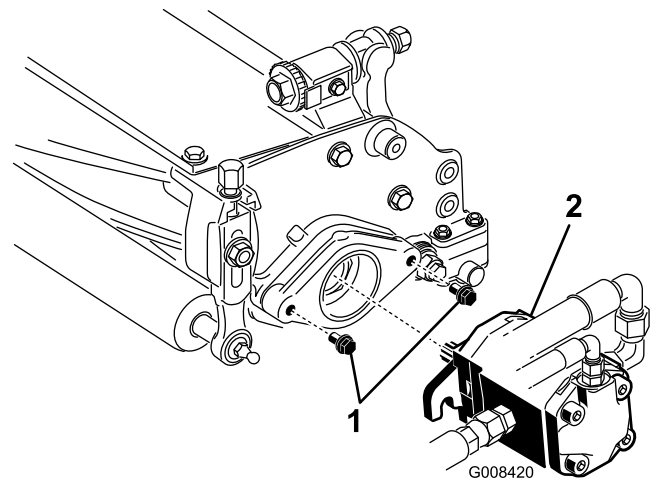

Bild 11
- Lassen Sie ungefähr 13 mm Gewinde an jedem Befestigungsbolzen des Spindelmotors sichtbar (Bild 11).
- Fetten Sie die Keilwelle des Motors mit frischem Fett ein und bringen den Motor durch Drehen nach rechts an, so dass die Motorflansche von den Bolzen entfernt sind. Drehen Sie den Motor nach links, bis die Flansche die Bolzen umhüllen (Bild 11).
- Ziehen Sie die Befestigungsschrauben fest (Bild 11).